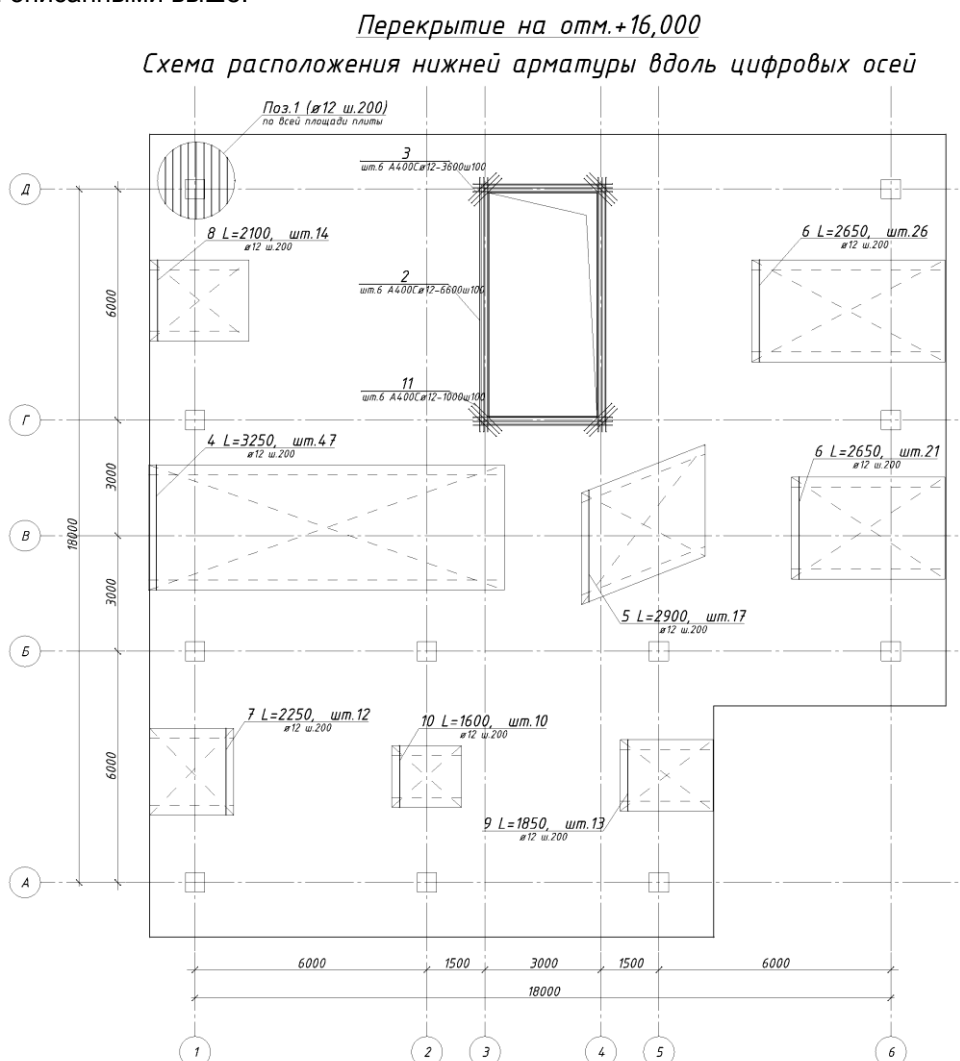

Рис.6.36. Схема расположения нижней арматуры по направлению Y
- Расположите на оси **В** в пролете между осями **4-5** (рис.6.36) косоугольный участок дополнительного армирования таким образом, чтобы покрыть все пятно дополнительного армирования (для расположения косоугольного участка необходимо указать три точки: первую и вторую точку параллелограмма по диагонали и угол поворота).
- Расположите остальные зоны армирования согласно схеме расположения арматуры (рис.6.36) способами описанными выше.
- Создайте выноски для остальных стержней арматуры обрешетки (рис.6.36).